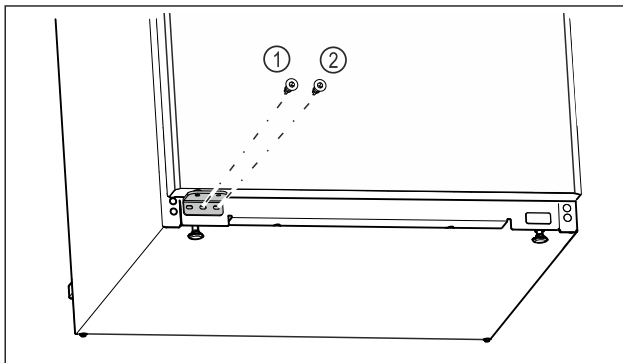

Fig. 26
- ▶ Przykręcić środkową śrubę płytki zawiasu Fig. 26 (1) śrubokrętem Torx 20.
- ▶ Przykręcić wewnętrzną śrubę płytki zawiasu Fig. 26 (2) śrubokrętem Torx 20.